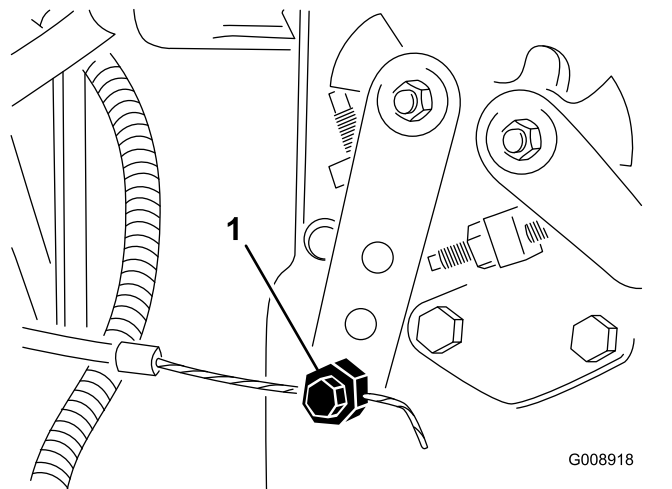

Рисунок 63
2. Ослабьте соединитель тросика дроссельной заслонки на плече рычага инжекторного насоса (Рисунок 63).